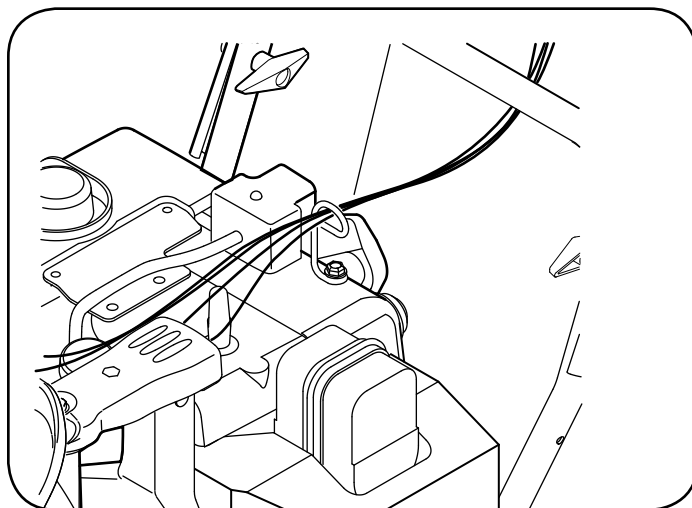

Figura 6
6. Controle que todos los cables estén adecuadamente dirigidos a través de la guía de cables de la parte superior del motor. Vea la figura 6.